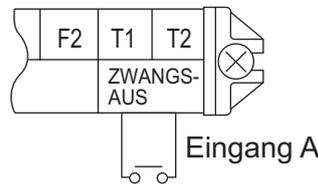

Abb. 30
**(1) Kabelspezifikationen und Durchführung der Verdrahtung (siehe Abb. 30)**